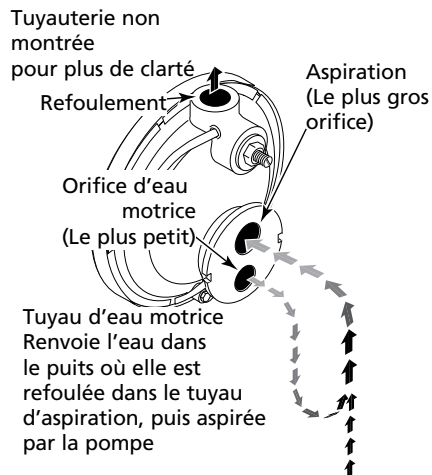
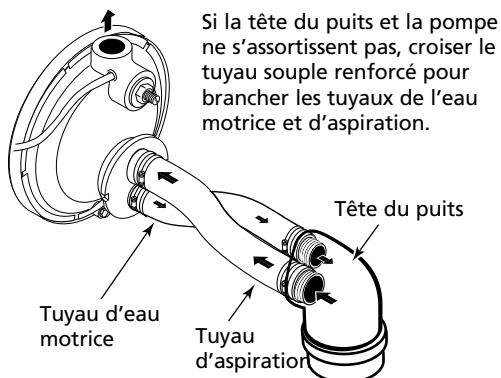

Figure 1 – Fonctions d'eau motrice et d'aspiration
Figure 2 – Branchement inversé dans le puits
2. Si l'ancienne pompe comporte un tuyau d'aspiration (le plus grand orifice – voir la Figure 1) sous l'orifice de pression, un tuyau souple devra être branché entre la tête du puits et la pompe pour que le branchement soit fait comme il faut. (Voir la Figure 2.)